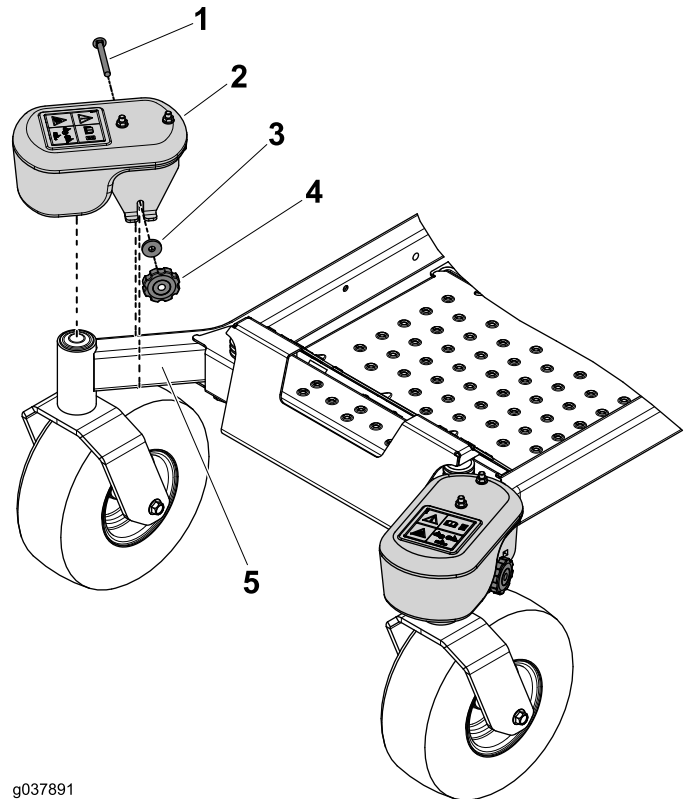

Bild 9
3. Befestigen Sie einen Laufradballast mit dem Handrad, der Scheibe und Schlossschraube ($\frac{3}{8}$ " x $3\frac{1}{2}$ " an jedem Laufradarm (Bild 9).